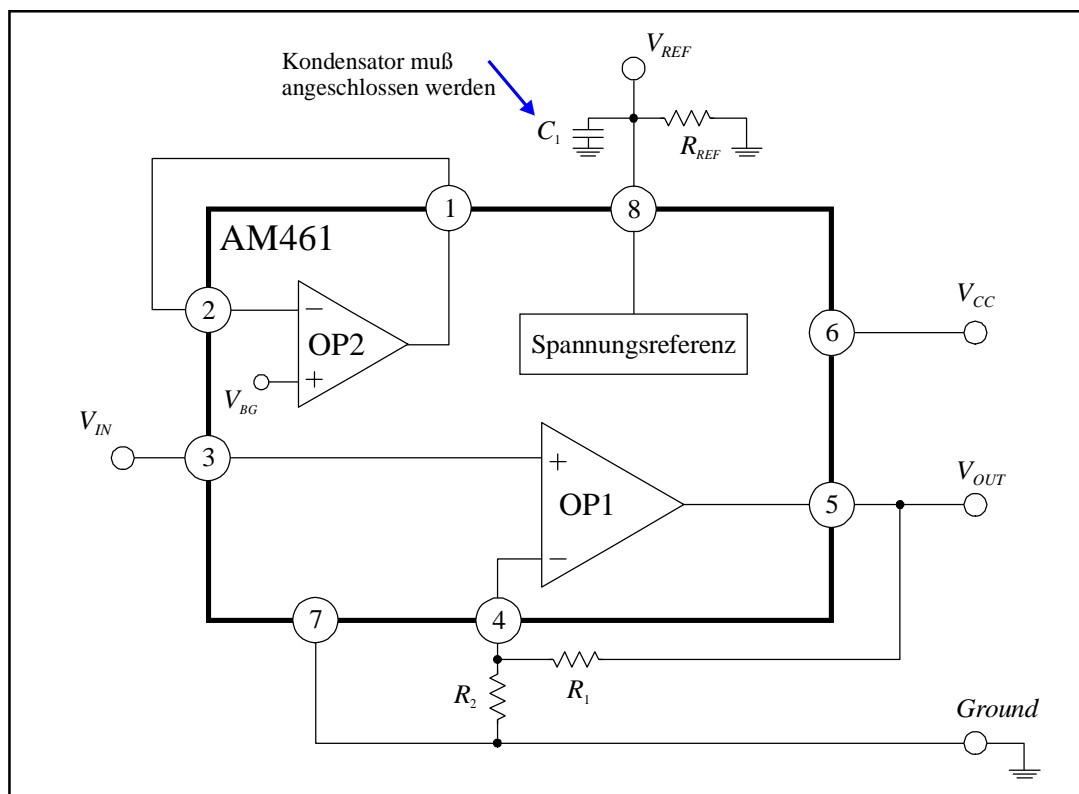
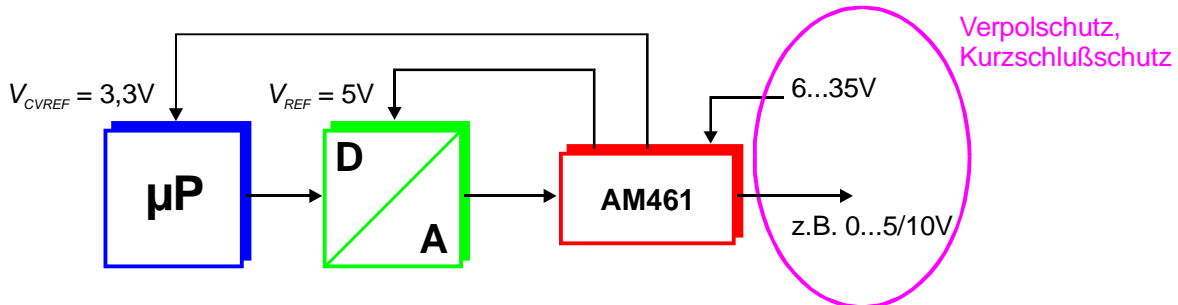

Abbildung 2: Typische Anwendung als Verstärker-IC
Abbildung 7: Anwendung als Prozessorschnittstelle
1. Kernstück des AM461 ist eine *Operationsverstärkerstufe* (OP1). Die Verstärkung G_{OP1} des OP1 ist über die externen Widerstände R_1 und R_2 einstellbar (vgl. Grundsaltung in Abbildung 2). Der Ausgang des Operationsverstärkers ist so konzipiert, daß er bei entsprechender Belastung bis auf Null eingestellt werden kann. Darüber hinaus kann die Ausgangsstufe bis zu 5mA treiben ohne das ein externer Transistor angeschlossen werden muß. Als Schutzfunktion ist eine Ausgangsstrombegrenzung implementiert, die das IC im Falle eines Kurzschlusses am Ausgang schützt.
2. Die *Spannungsreferenz* des AM461 erlaubt die Spannungsversorgung von externen Komponenten (z.B. Sensoren, μ P usw.). Der Wert der Referenzspannung V_{REF} beträgt 5V. Die externe Kapazität C_1 (Keramikkapazität) dient zur Stabilisierung der Referenzspannung. Sie **muß** auch dann kontaktiert werden, wenn die Spannungsreferenz nicht benutzt wird (siehe Abbildung 2).
Die Verstärkung der Operationsverstärkerstufe OP1 kann durch geeignete Wahl externer Widerstände R_1 und R_2 eingestellt werden. Für die Verschaltung des OP1 als nicht-invertierender Verstärker (siehe Abbildung 2) berechnet sich die Ausgangsspannung V_{OUT} am Pin V_{OUT} zu:
1. Zum Betrieb des AM461 muß **immer** die externe Stabilisierungskapazität C_1 (hochwertige Keramikkapazität) angeschlossen werden (vgl. Abbildung 2). Es ist zu beachten, daß der Wert der Kapazität auch über den Temperaturbereich nicht außerhalb des Wertebereichs liegt (siehe Randbedingungen auf Seite 5). Der Strom, der maximal aus der Referenz gezogen werden kann, darf einen Wert von $I_{REF} = 10\text{mA}$ nicht übersteigen.
Bei der in Abbildung 2 gezeigten Anwendung wird der AM461 als nicht-invertierendes Verstärker-IC benutzt. Mögliche Einsatzgebiete sind Anwendungen als Impedanzwandler oder als industrielle Endstufe. Die Spannung am Eingang kann daher z.B. von einem Sensor oder einem D/A-Wandler bereitgestellt werden (siehe Abbildung 7 auf Seite 11). Die Verstärkungseinstellung wird über externe Widerstände realisiert.